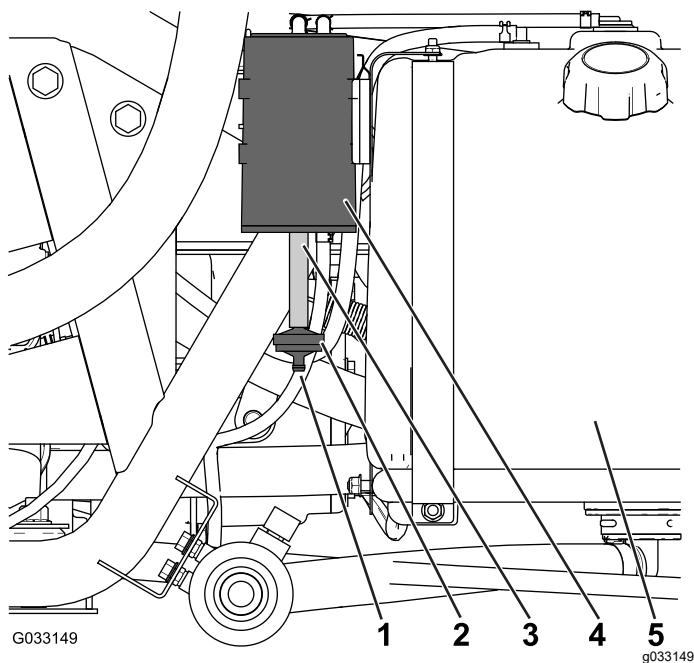

Рисунок 47
Проверьте отверстие в нижней части воздушного фильтра для бачка с активированным углем и убедитесь, что оно чистое и не перекрыто мусором или посторонними предметами (Рисунок 47).
1. Снимите штуцер типа «елочка» фильтра бачка с активированным углем со шланга в нижней части бачка с активированным углем и удалите фильтр (Рисунок 47).